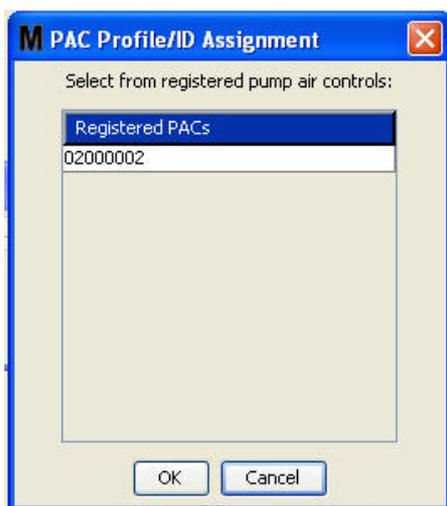

ABB. 114
4. Klicken Sie auf die Schaltfläche „Verknüpfen“, nachdem Sie der Pumpenluftsteuerung einen Namen gegeben haben. Das in ABB. 114 gezeigte Fenster „Profil-/ID-Zuweisung“ wird angezeigt. Wählen Sie eine Pumpenluftsteuerung aus der Liste registrierter Pumpenluftsteuerungen aus. Klicken Sie auf „OK“, um das Fenster zu schließen und die Änderungen zu speichern. Eine vollständige Beschreibung des Pumpenluftsteuerung-Registrierungsvorgangs finden Sie in der Betriebsanleitung für Pumpenluftsteuerungen. Auch in dieser Anleitung finden Sie in Anhang A auf Seite 167 Anweisungen zum Registrieren einer Pumpenluftsteuerung.